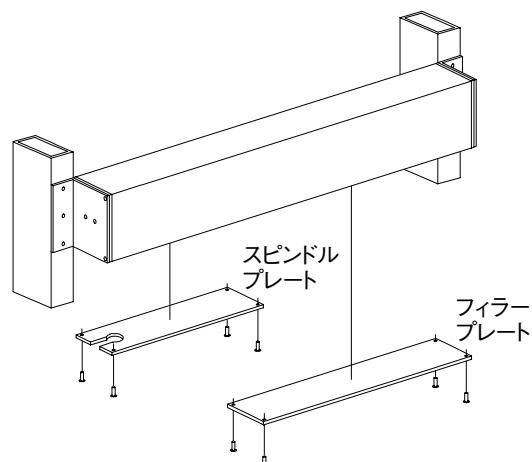

図15-2
- 15.2 スピンドルプレートとフィラープレートを取り付けて下さい。(図15-2)